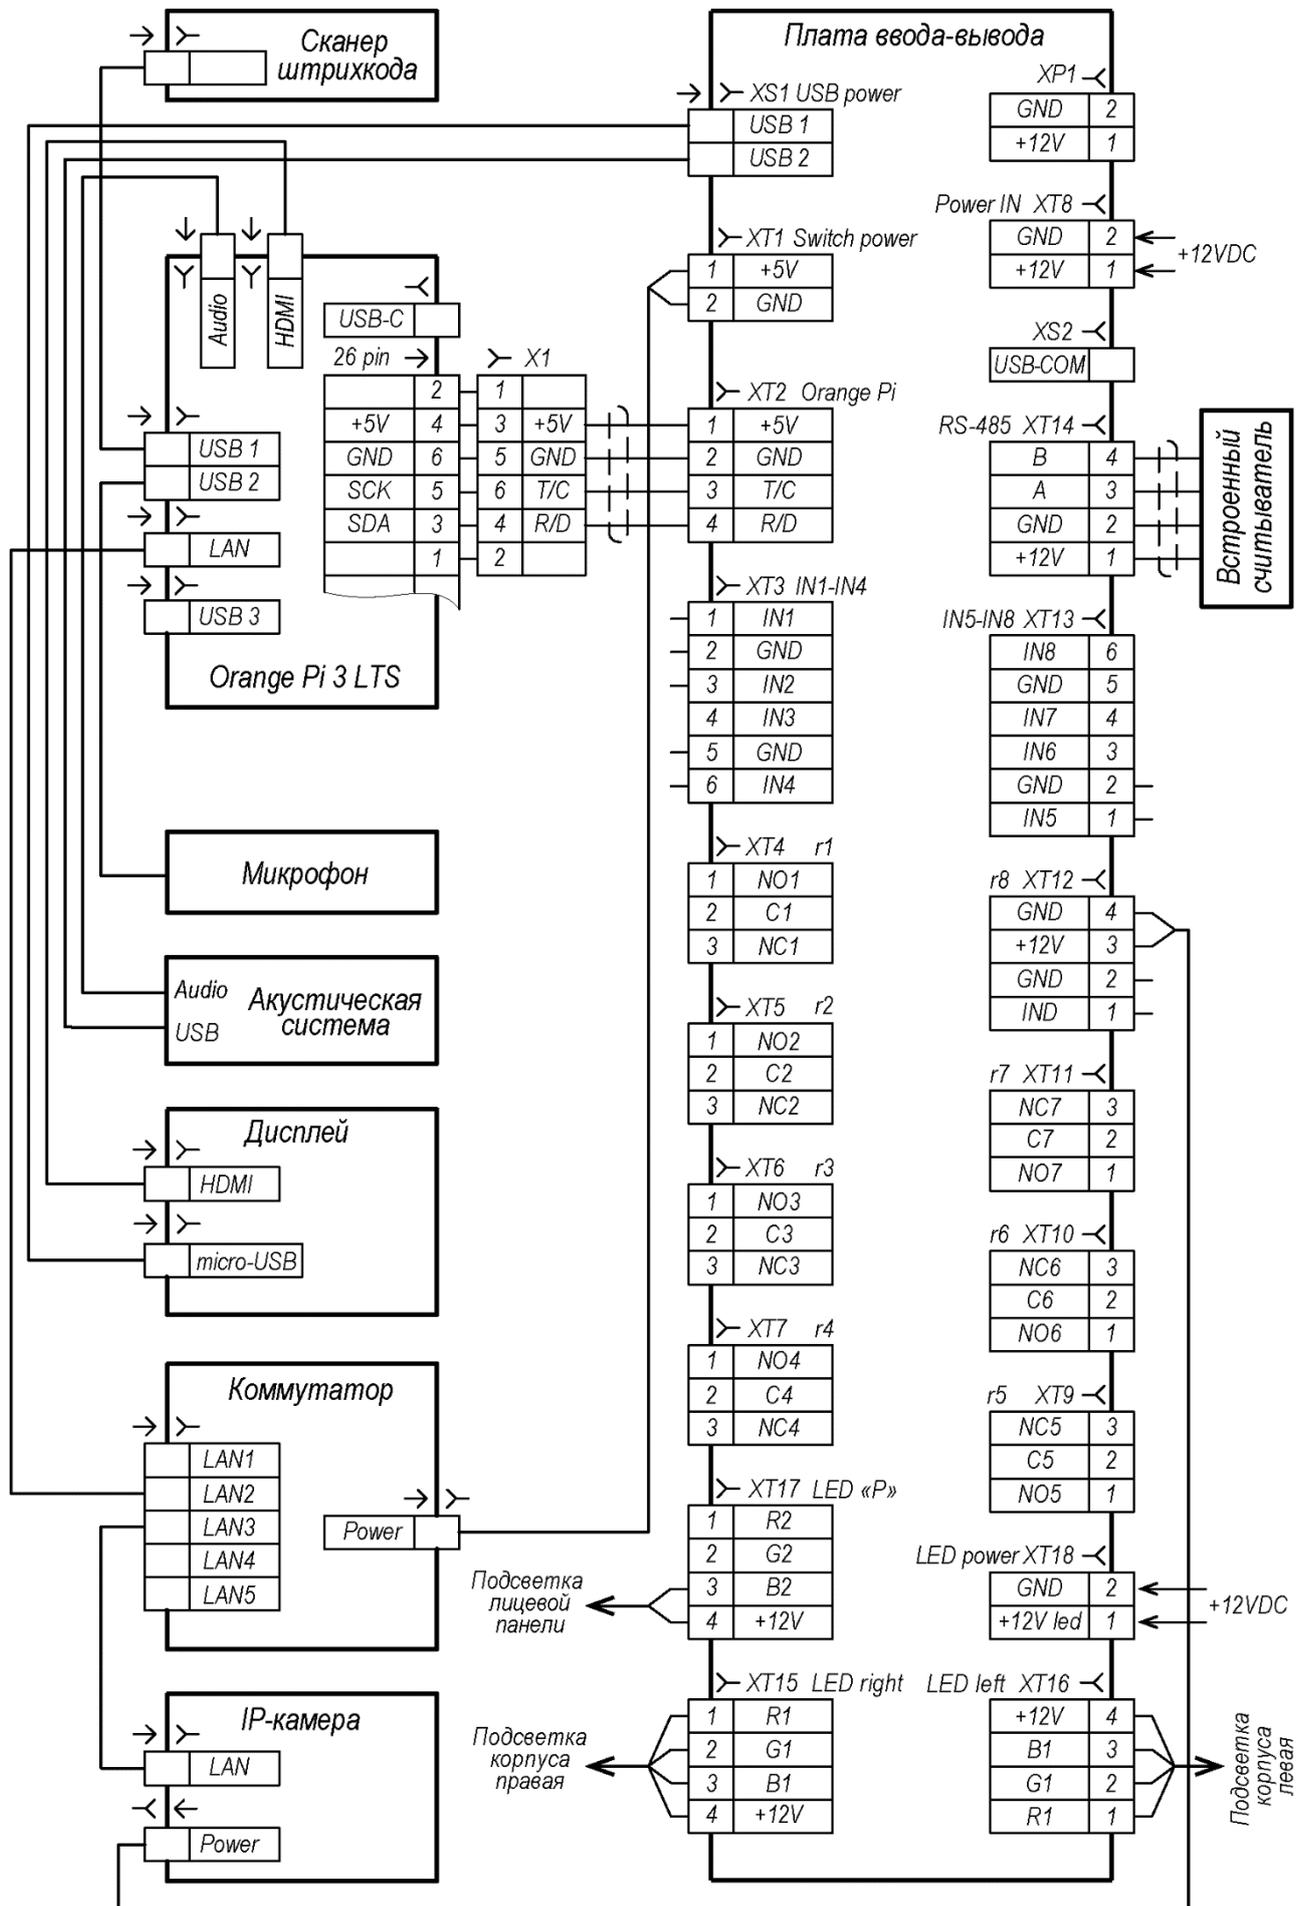

Рисунок 3. Схема подключения микрокомпьютера и платы ввода-вывода
- микрокомпьютер (21) и плата ввода-вывода (22);
- система климат-контроля с вентилятором (23) и обогревателем (18), прикрепленным к DIN-рейке;
- термостат системы предотвращения холодного пуска (13);
- термостат вентиляции и обогрева (15) с терморегуляторами для обогревателя (красный) и для вентилятора (синий);
- автоматический выключатель дифференциального тока (15) с тумблером для включения и выключения стойки;
- коммутатор для подключения по *Ethernet* (20);
- датчик индукционной петли (24);
- блок питания +12В (12).
Внутри стойки установлен микрокомпьютер (21), к которому через разъем **XT2** подключается плата ввода-вывода (22). Расположение колодок на платах микрокомпьютера и ввода-вывода представлено на рис. 3. Назначение контактов клеммных колодок плат приведено в табл. 1.
Расположение клеммных колодок на плате ввода-вывода и микрокомпьютера стойки показано на рис. 3, назначение контактов клеммных колодок указано в табл. 1. Схема подключения приведена на рис. 6. Используемые при подключении кабели указаны в табл. 2.